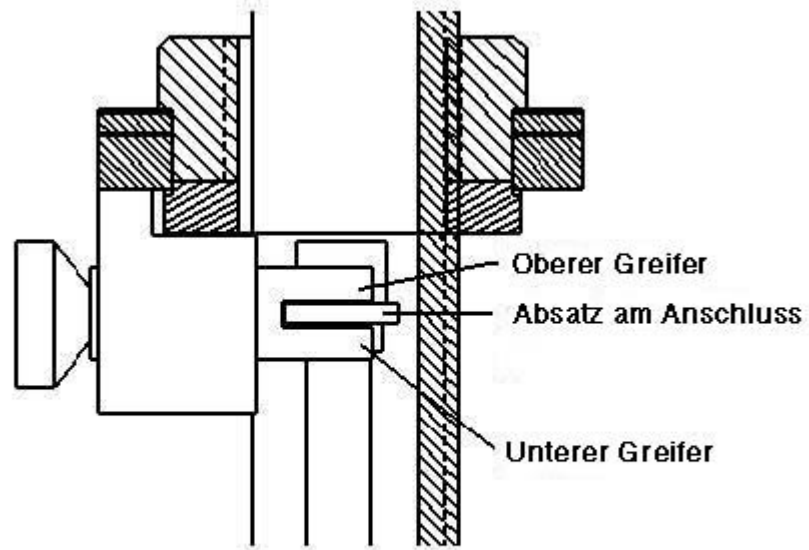

Abbildung 3. Schieber (verriegelt)
7. Drücken Sie den SCHIEBER in die EINGRIFFSSTELLUNG, sodass der OBERE GREIFER auf dem ABSATZ AM ANSCHLUSS liegt. (Siehe **Abbildung 3**.)
2. Drücken Sie den SCHIEBER in die EINGRIFFSSTELLUNG, sodass der ABSATZ AM SONDENANSCHLUSS durch den Schieber gehalten wird. (Siehe **Abbildung 3.**)